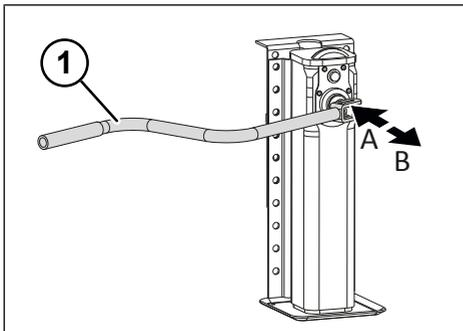

Fig. 5-5: Marcia lenta e marcia rapida del supporto posteriore
- ▶ Inserire la marcia rapida estraendo la manovella (vedere "Fig. 5-5: Marcia lenta e marcia rapida del supporto posteriore", p. 30).
- ▶ Inserire la marcia lenta premendo verso l'interno la manovella (vedere "Fig. 5-5: Marcia lenta e marcia rapida del supporto posteriore", p. 30).